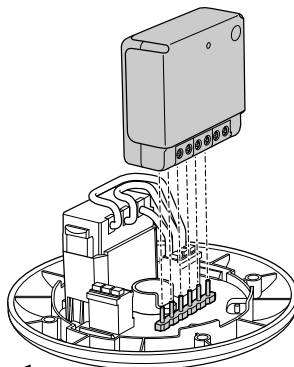

Imagen 1
- 2 Inserte el módulo en el DCL, véase la **imagen 1**.